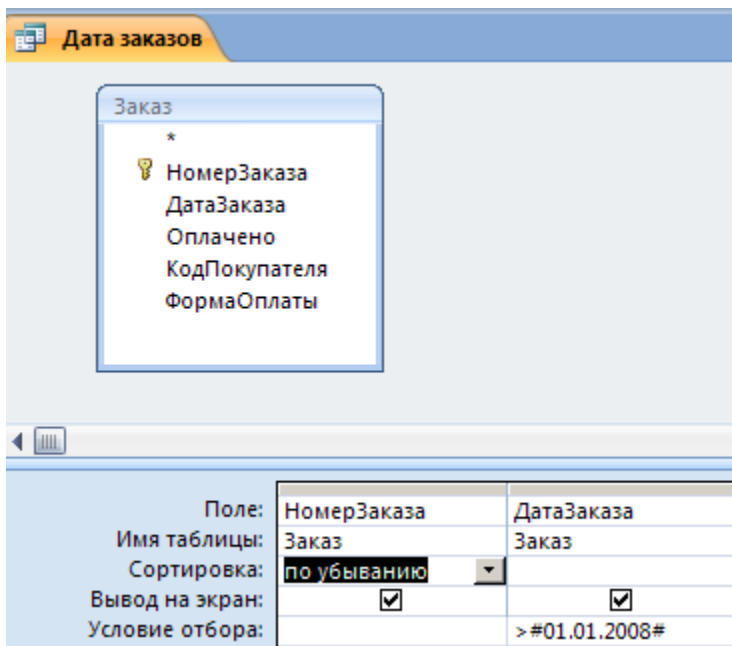

Рис.6. Режимы сортировки и вывода на экран
8. Вернитесь в режим КОНСТРУКТОРА запросов и внесите следующие изменения: снимите флажок вывода на экран для поля ДАТА_ЗАКАЗА и установите сортировку по убыванию для поля НОМЕР_ЗАКАЗА (рис.6).